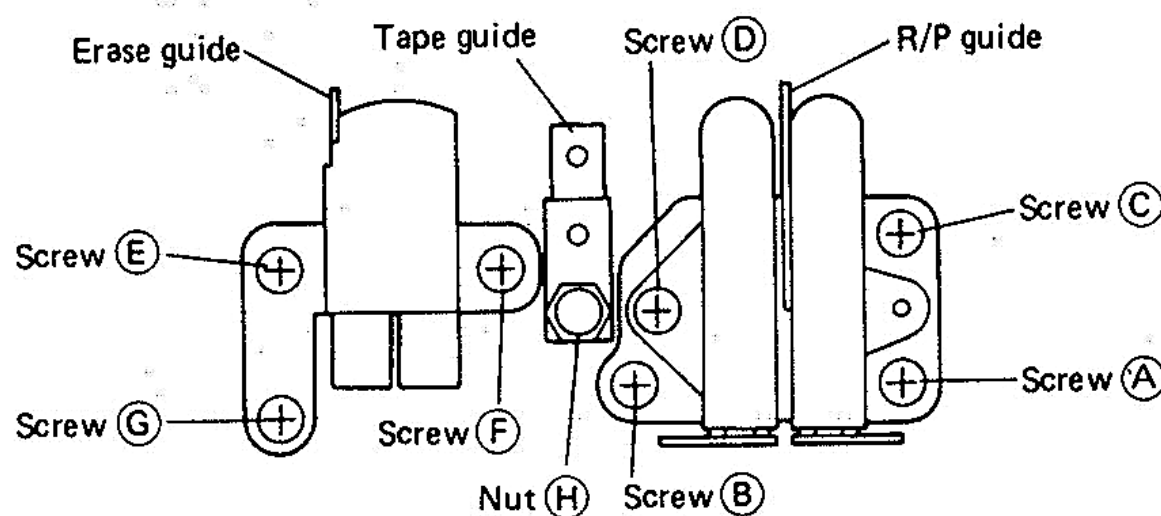

Fig. 2-2
After replacement of the rec/repro head as well as the erase head, gently tighten up screws A through G shown in Fig. 2-2, then loosen each of them by a 1.5 turn before attempting adjustments. Also, the following are required :
注意 : 録・再ヘッド及び消去ヘッドを交換したときにはFig. 2-2のネジ (A) ~ (G) を軽く締め切って、その位置からそれぞれのネジを1.5回転緩めた状態で調整を始めること。又、この調整を行う為には次の治具が必要です。